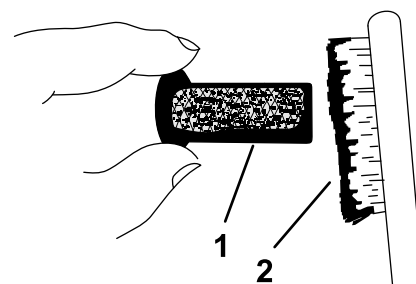

Figure 69
3. Nettoyez le pare-étincelles avec une brosse métallique et faites-le tremper dans du solvant au besoin (Figure 69).